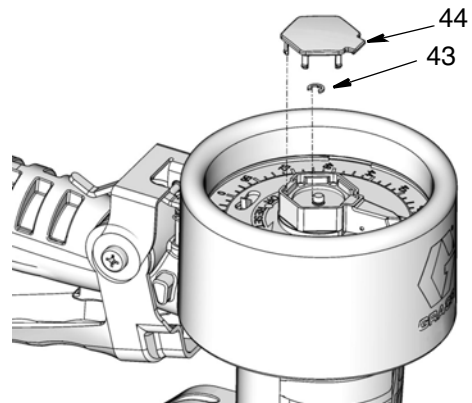

FIG. 35
5. Placer le petit anneau de retenue (43) et le couvercle (44) (FIG. 35).